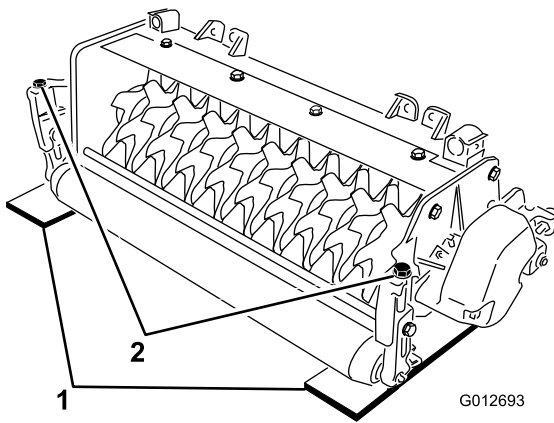

Bild 4
2. Legen Sie zwei Messlehren mit der gewünschten Bodeneindringung des Messers unter die Front- und Heckrolle der Vertikutierspindel (an jedem Ende der Spindel) (Bild 4).
3. Drehen Sie die Einstellschraube an jeder Schnitthöhenhalterung (Bild 4) so ein, dass die Messerspindeln an beiden Enden die flache Oberfläche berühren.